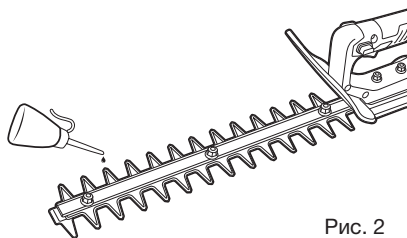

Рис. 2
- Включите кусторез и масло равномерно распределится по всей поверхности ножей (Рис. 2).